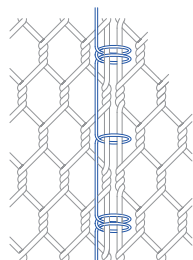

Figure 5: Joint avec fil de ligature
3. Connecter les panneaux au niveau de chaque arête en utilisant du fil de ligature ou des anneaux en C. Voir figures 5 et 6 ci dessous.
**Fil de ligature:** Un fil continu est tortillé manuellement autour des brins périphériques du treillis. On le fauille dans chaque maille de treillis, en alternant simple tour et double tour. Voir Figure 5